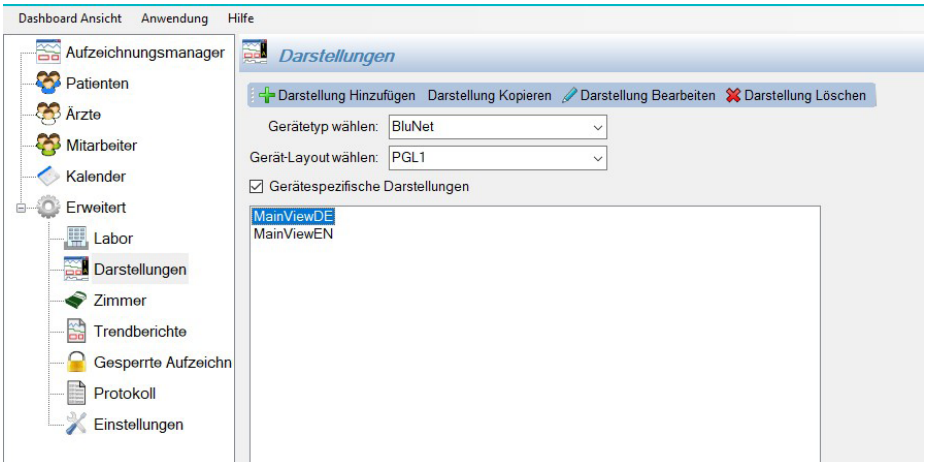
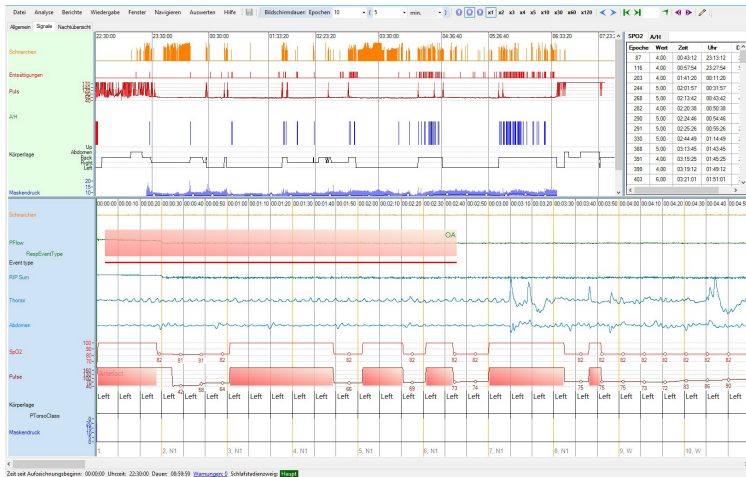

Abbildung 71: Ändern der „Ansicht“
Abbildung 72: Signale „Ansicht“
- Nach der Analyse werden die Signale auf dem Bildschirm visualisiert. Die „Anzeigen“ können von den Benutzern angepasst werden. Wenn Sie auf den Namen der „Anzeige“ klicken, wird eine andere Darstellung der Spuren angezeigt (Abbildung 71, Abbildung 72).